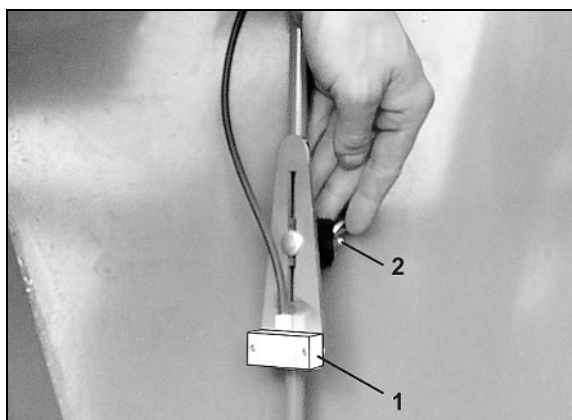

Рис. 73
3. Открутите гайку-барашек (Рис. 73/2).
4. Установите высоту датчика уровня (Рис. 73/1) в соответствии с необходимым остаточным количеством посевного материала.
5. Затяните гайку-барашек (Рис. 73/2).
Монтаж датчика уровня выполняйте как показано на рисунке (Рис. 73)!